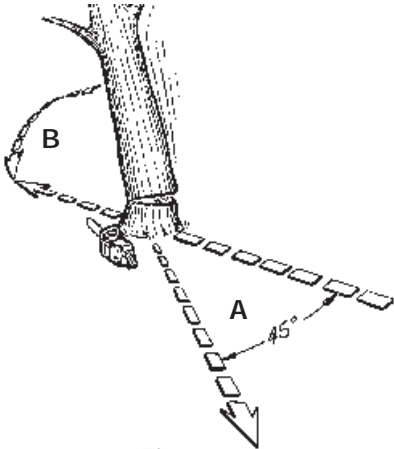

Fig. 12
ADVERTENCIA: Un sendero de retirada (A) deberá de ser planeado y despejado como se necesite antes de que empiece los cortes. El sendero de retirada deberá extenderse hacia atrás y diagonalmente a la parte posterior de la línea de caída esperada, como se ilustra en la Fig. 12.
ADVERTENCIA: Al tiempo que el corte de talado se acerca a la articulación, el árbol deberá de empezar a caer. Cuando el árbol empiece a caer, remueva la sierra del corte, apague el motor, ponga la sierra en el suelo, y abandone el área a lo largo del sendero de retirada (Fig. 12).